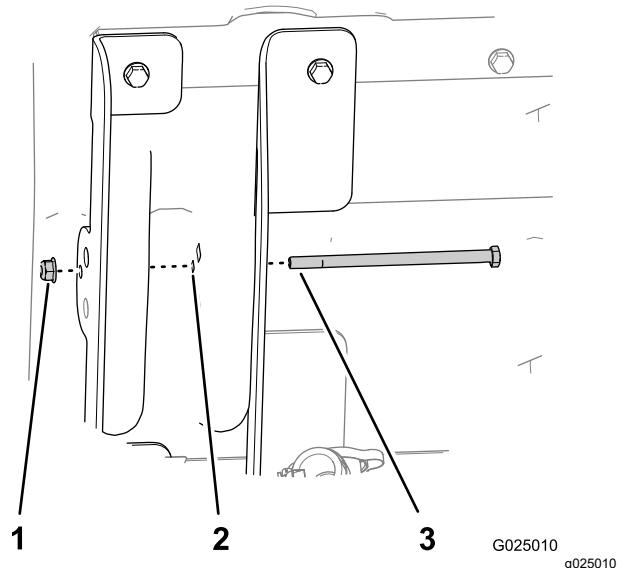

Figura 7
7. Insira o parafuso de cabeça sextavada (5/16 x 5½ pol.) através do orifício (8 mm ou 5/16 pol.) no suporte de elevação interior (flanges compridas), da estrutura da plataforma e do suporte de elevação exterior da plataforma (flanges curtas), conforme mostrado na Figura 7.
8. Prenda o parafuso com uma porca flangeada (5/16 pol.) apertada com a mão (Figura 7).
10. Aperte a porca flangeada que prende o parafusos ($5/16$ pol.) até que a porca fique bem apertada (Figura 7).